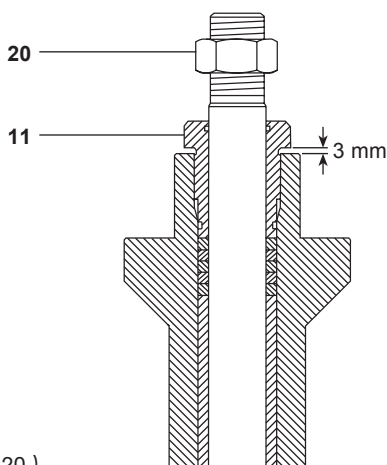

图 23
- ii) 石墨阀杆密封的安装：压盖螺母下部同阀盖顶部之间距离3mm，参考图23。